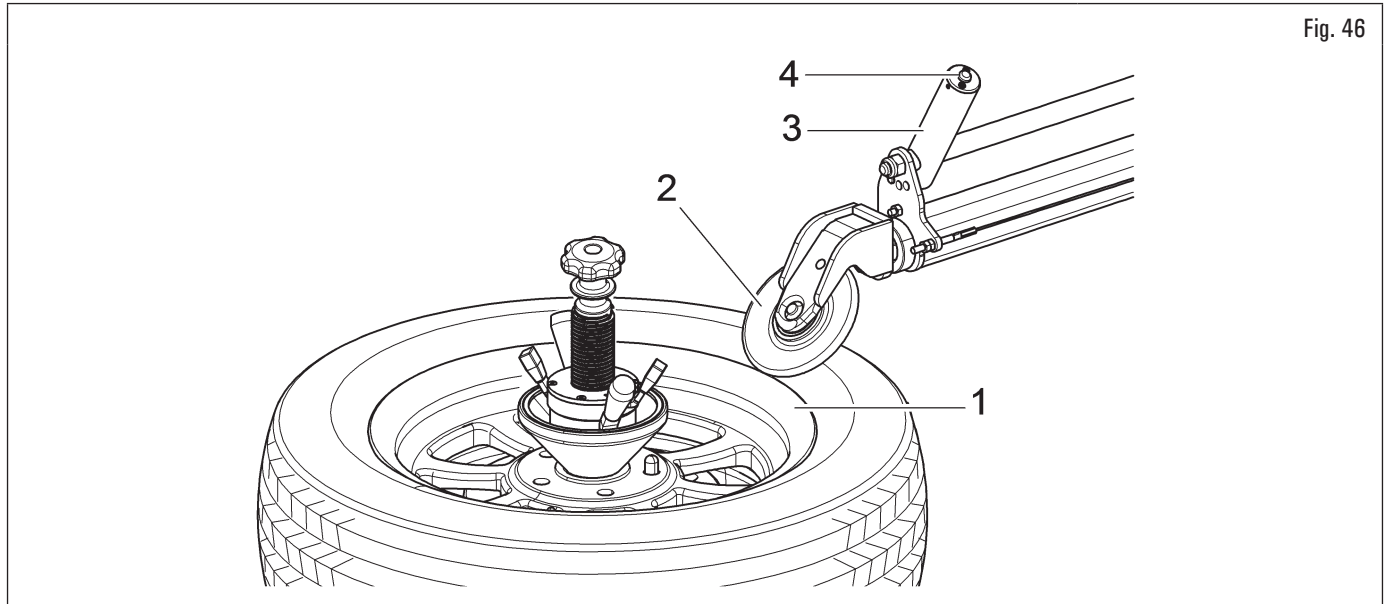

Fig. 46
1. Después de bloquear la rueda, acercar el rodillo destalonador superior (Fig. 46 ref. 2) al borde de la llanta (Fig. 46 ref. 1);
2. posicionar correctamente los rodillos destalonadores en el diámetro de la llanta mediante la manija (Fig. 46 ref. 3) después de haber desbloqueado los brazos mediante el pulsador (Fig. 46 ref. 4), colocado en la misma manija;